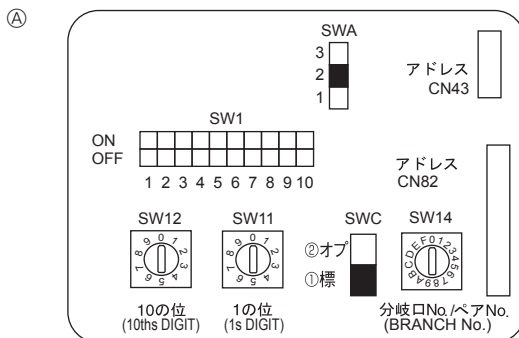

Fig. 6-6
6.4. Configuration des adresses (Fig. 6-6)
6.5. Réglage des interrupteurs pour différentes hauteurs de plafond (Fig. 6-6)
6.6. Détection de la température ambiante à l'aide du capteur intégré de la commande à distance (Fig. 6-6)